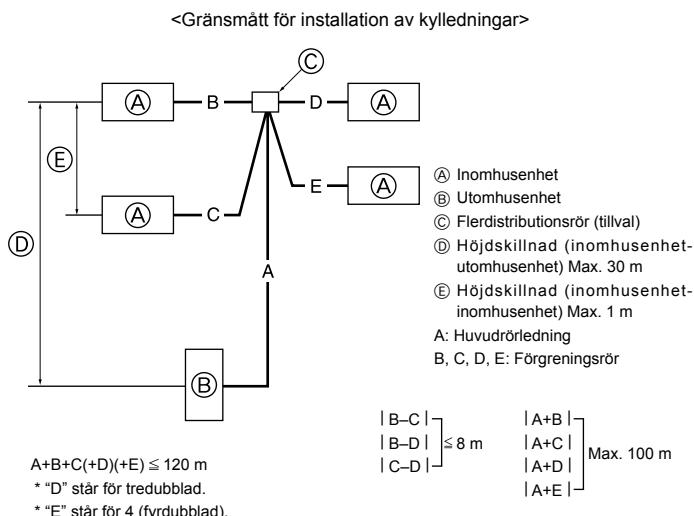

Fig. 4-9
4.8. För dubbla/tredubbla/fyrdubbla kombinationer (Fig. 4-9)